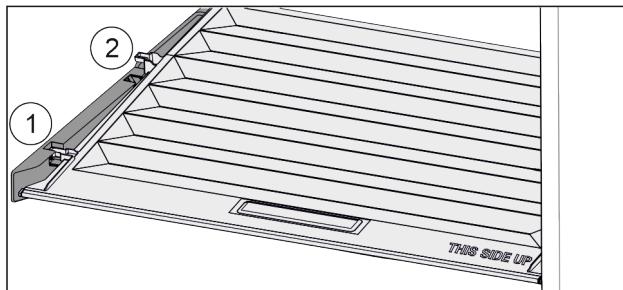

Fig. 96
- ▶ Veko potiahnite dopredu až k otvoru v prídržných dieloch Fig. 96 (1).
- ▶ Vzadu ho nadvihnite zospodu a zložte smerom nahor Fig. 96 (2).